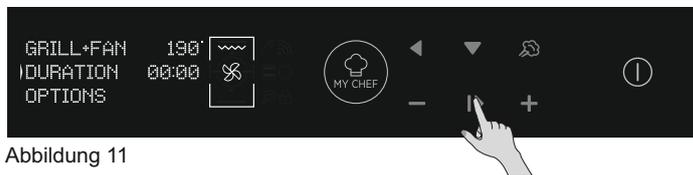

Abbildung 11
- Drücken Sie NACH UNTEN, um die Garzeit zu ändern. Dies geschieht durch Drücken der PLUS- und MINUS-Tasten während der Pfeil auf dem Display auf dem Menüpunkt DAUER steht. Drücken Sie auf OK, um den Garvorgang zu starten, oder auf BACK, um zu den Temperatureinstellungen zurückzugehen. (Abbildung 11)